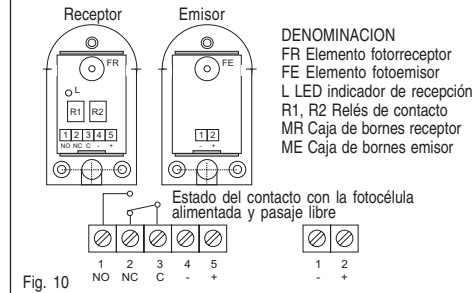

Fig. 10
- Controlar además la correcta alineación por medio del LED rojo presente en la fotocélula receptora (fig. 10); el mismo permanecerá encendido si la dirección del haz de luz es correcta.